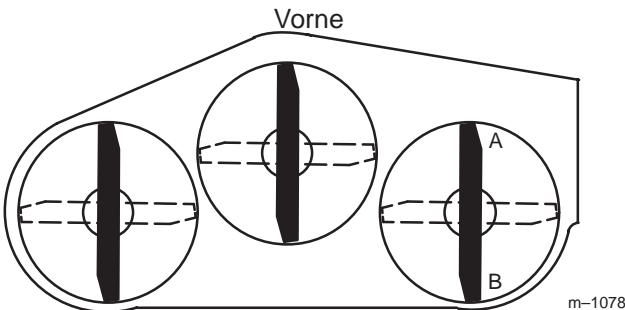
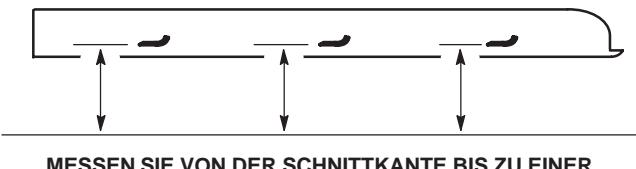

Bild 69
Bild 70
1. Stellen Sie das **rechte** Schnittmesser in Längsrichtung (Bild 69).
2. Messen Sie das rechte Messer an der Stelle **A** (Bild 69) von einer ebenen Oberfläche bis zur Schnittkante der Messer (Bild 70).
4. Messen Sie das rechte Messer an der Stelle **B** (Bild 69) von einer ebenen Oberfläche bis zur Schnittkante der Messer (Bild 70).
6. Das Schnittmesser sollte **an Stelle A 6 bis 10 mm niedriger sein als an Stelle B** (Bild 69). Sollte die Einstellung nicht richtig sein, machen Sie mit den folgenden Schritten weiter.